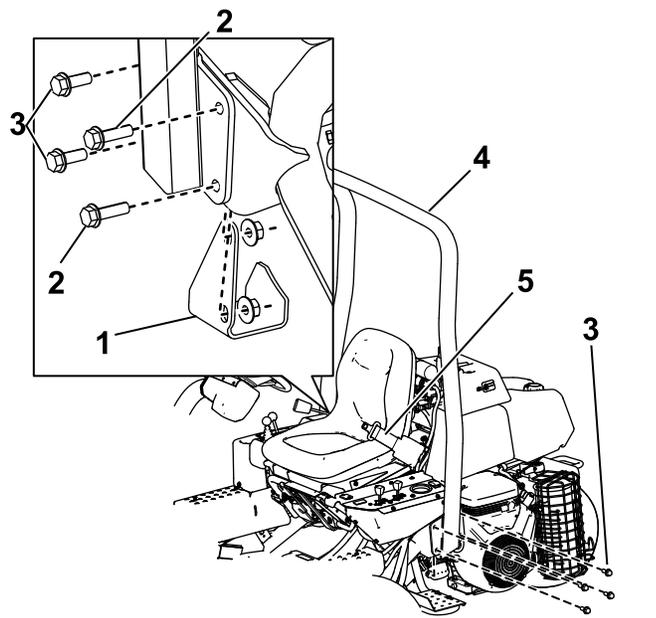

図 6
2. ROPS バー図 6を、取り付けブラケットにセットして取り付け穴をそろえる。
3. ROPSの左側を取り付けブラケットに固定するボルト $\frac{1}{2}$ " x  $1\frac{1}{2}$ "4本とロックナットを使用する図 6。
5. ROPSバーの右側、および先ほど取り外したジャッキパッドを、取り付けブラケットに固定するボルト $\frac{1}{2}$ " x  $1\frac{1}{2}$ "2本、ボルト $\frac{1}{2}$ " x  $1\frac{3}{4}$ "2本、ロックナットを使用し、図 6に示すように取り付ける。